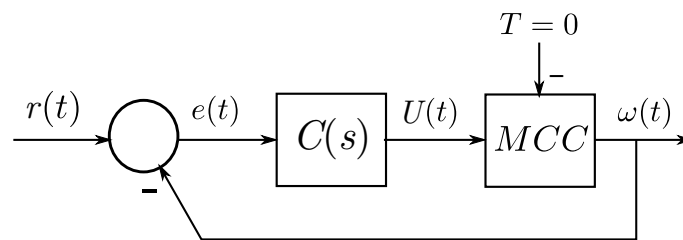

Figura 5: Esquema del motor con un control PI de velocidad.
5. En un nuevo modelo de **Simulink**, construya el esquema de realimentación detallado en la Figura 5, donde $C(s)$ representa la FT del controlador. Este controlador se encarga de modificar la entrada $U(t)$ del motor en función del error $e(t)$ entre la referencia de velocidad deseada $r(t)$ y la velocidad angular del motor $\omega(t)$.
- A partir del esquema de la Figura 5 del Trabajo Previo, obtenga la FT $r \rightarrow \omega$ del sistema realimentado utilizando el comando `feedback` y calcule sus polos.